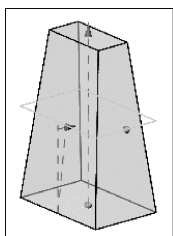

图 3-11 从起始限制
- **从起始限制**：从拉伸特征的起始端面处开始拔模，如图 3-11 所示。